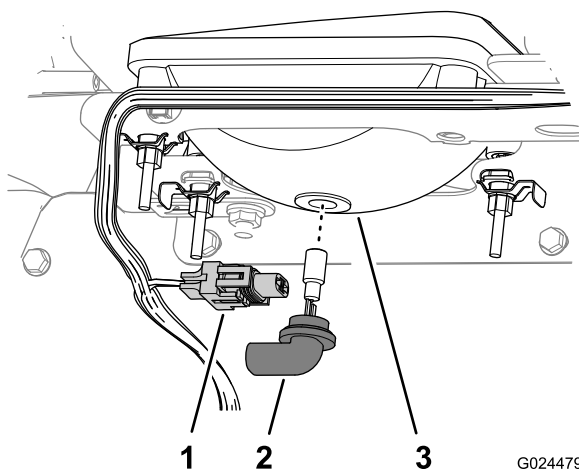

Bild 49
3. Schließen Sie den elektrischen Anschluss für den Kabelbaum vom Lampenanschluss hinten am Scheinwerfergehäuse ab (Bild 49).
4. Drehen Sie die Birne um eine Viertelumdrehung nach links und bewegen Sie sie nach hinten aus dem Lampengehäuse (Bild 49).
5. Setzen Sie die neue Birne und das neue Scheinwerfergehäuse ein und fluchten Sie die Nasen in der Birne mit den Schlitten im Scheinwerfergehäuse aus (Bild 49).
6. Drehen Sie die Lampe um eine Vierteldrehung nach rechts, um sie zu befestigen (Bild 49).
7. Schließen Sie den elektrischen Anschluss für den Kabelbaum am Anschluss der neuen Lampe an (Bild 49).